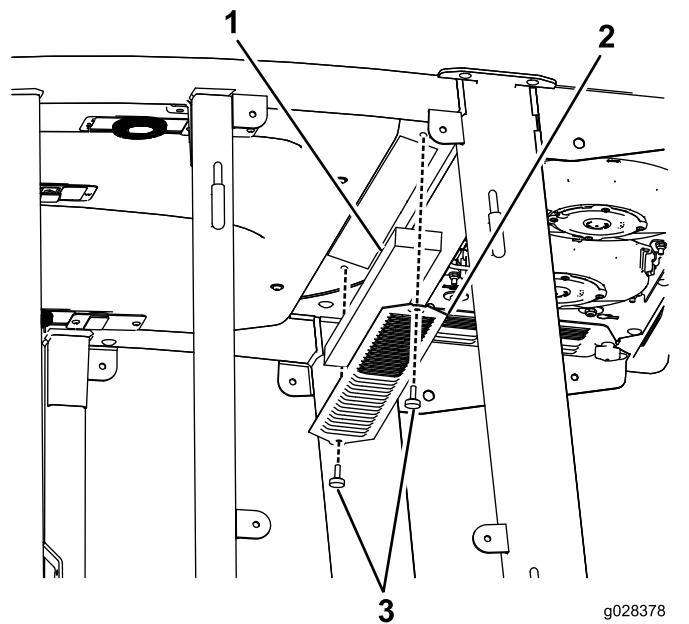

Figura 121
1. Rimuovete le viti e le griglie sia dal filtro dell'aria interno alla cabina, sia da quello sulla parte posteriore della cabina (Figura 121).